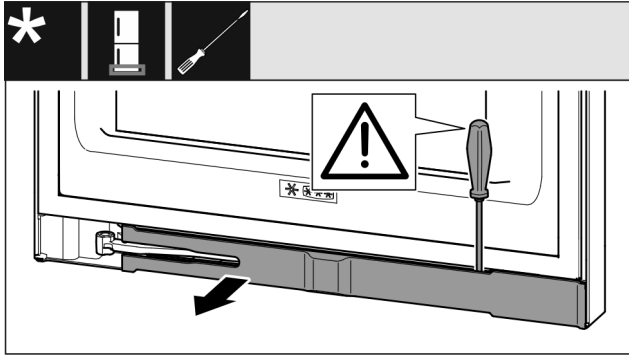

Fig. 13
- ▶ За допомогою шліцьової викрутки звільніть від фіксатора та поверніть убік накладку. (див. Fig. 13)